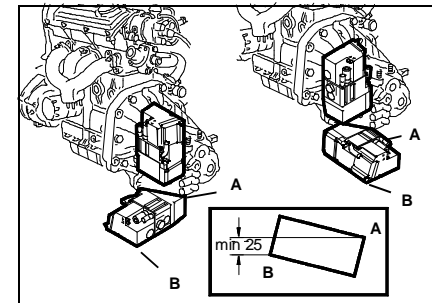

Bild 1: Einbauort vor dem Getriebe
- stehend vor dem Getriebe (teilüberdeckt siehe Abb. 1) wenn die Brennstoffversorgung nicht vor Motor, Nebenaggregaten oder Getriebe angebracht ist.
- in Schräglage vor dem Getriebe (siehe Abb. 1) wobei sicherzustellen ist, daß sich Punkt "A" unterhalb der Getriebeunterkante und **mindestens 25 mm über Punkt "B"** befindet. Damit ist gewährleistet, daß bei einem Unfall das Heizgerät unter dem Getriebe weggleiten kann.